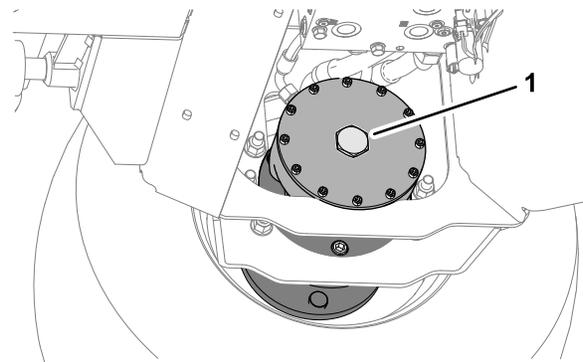

Figure 35
5. Sur le frein de moteur de la roue avant droite, enlevez le bouchon hexagonal (Figure 35).